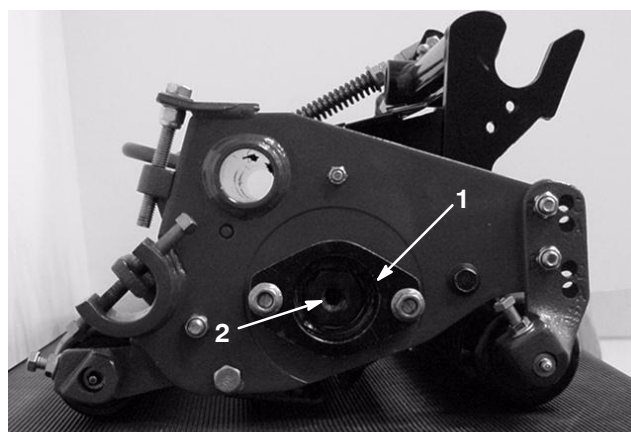

Figure 19
- B. A l'aide d'une grande clé à douille, retirez l'écrou de réglage du roulement de cylindre (Fig. 19). Tapez sur la tête du boulon à tête hexagonale à l'extrémité de l'arbre du cylindre avec un petit marteau jusqu'à ce que vous sentiez du jeu axial au niveau du cylindre.
3. Retirez le grand écrou de réglage de roulement du contrepoids de l'arbre du cylindre et l'écrou cannelé spécial (Fig. 19) de l'autre extrémité de l'arbre du cylindre.